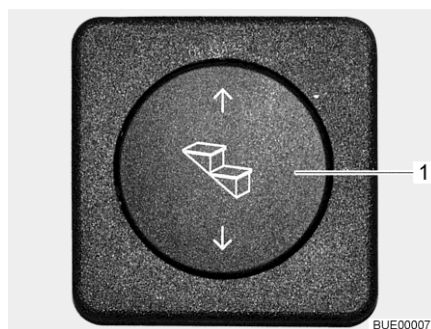

Bild 1 Wippschalter Eintrittstufe
- Ausfahren:** ■ Wippschalter (Bild 1,1) unten drücken, bis die Eintrittstufe vollständig ausgefahren ist.
- Einfahren:** ■ Wippschalter (Bild 1,1) oben drücken, bis die Eintrittstufe vollständig eingefahren ist.